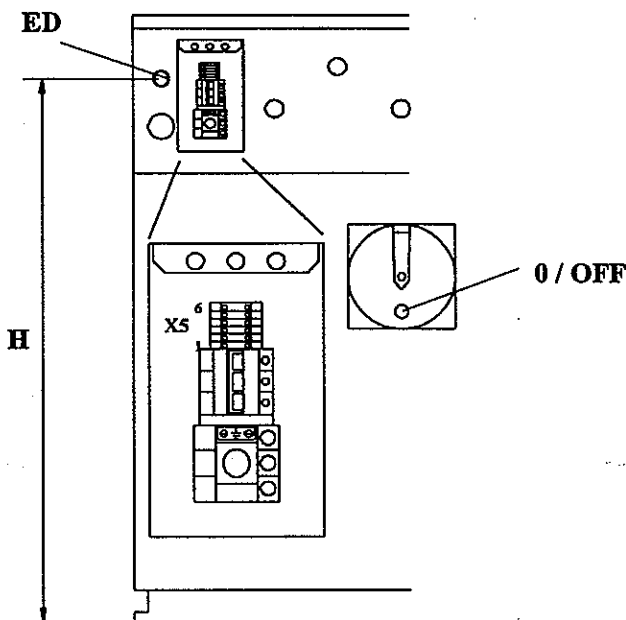

fig. 25
The supply wire can be armoured or separate insulated conductor, protected by a rigid and resistant pipe and fixed to the hole **ED** (fig. 25/26) at the washer inlet by a safety union (Refer to dimensions at the Connection Technical Sheet of the corresponding model).
El conductor de alimentación puede ser de cable manguera o conductores unifilares. En ambos casos, debe protegerse con un tubo de conducción, resistente a la tracción, al aplastamiento y a los impactos. Este tubo debe fijarse al orificio **ED** (fig. 25/26) de entrada a la lavadora mediante una unión segura. (Ver cotas en Hoja Técnica de Conexión del modelo correspondiente)
Le câble d'alimentation peut être en câble gainé ou des câbles unifilaires. Dans les deux cas, il faut le protéger avec un tuyau de conduction, résistant à la traction, à l'écrasement et aux coups, et fixé à l'orifice **ED** (fig. 25/26) d'entrée à la machine à laver par un raccord sûr. (Voir dimensions sur la Feuille Technique de Raccordement du modèle correspondant).
- Secure the wire guard in the hole **ED** (fig. 25) and insert the wire inside the terminal block.
- Fijar el protector del conductor en el orificio **ED** (fig. 25) e introducir el conductor en el interior de la caja de bornes.
- Fixer le protecteur du câble sur l'orifice **ED** (fig. 25) et introduire le câble à l'intérieur du boîtier de bornes.
- Connect the supply wire to terminals X5, (fig. 25), refer to enclosed table, depending on the type of washer control.
- Conectar el conductor de alimentación a los bornes X5, (fig. 25), según tabla adjunta, dependiendo del tipo de control de la lavadora.
- Connecter le câble d'alimentation aux bornes X5, (fig. 25), suivant le tableau ci-joint, et d'accord au type de contrôle de la machine.